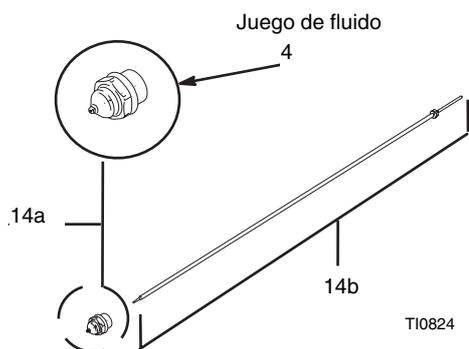

FIG. 9
Los juegos de fluido incluyen un conjunto de boquilla (14a) junta tórica (4) y aguja (14b). Fig 9.